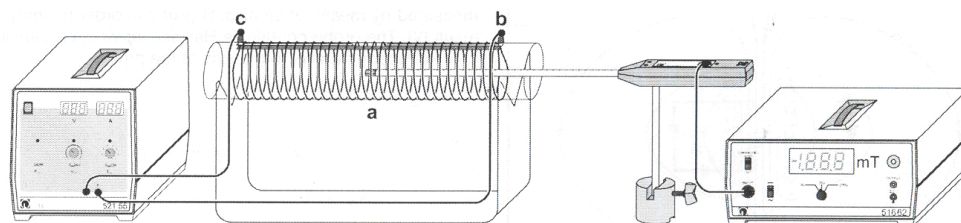

Figura 1c
- Ley de Biot-Savart para una bobina al aire (Figura 1c).
21. Realice el montaje de acuerdo a la figura 1c. Ubicando la sonda axial en el centro de la bobina.